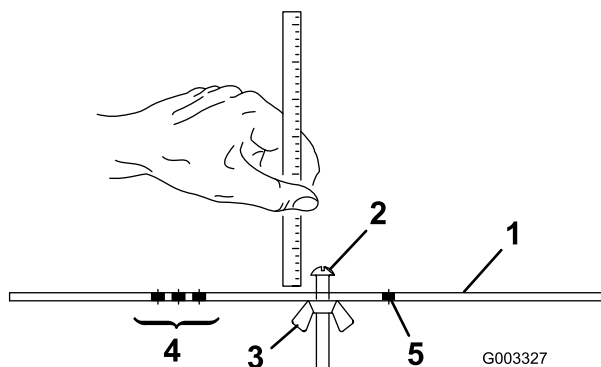

図 17
2. ゲージバー図 17のナットをゆるめ、調整ネジを希望の刈り高に合わせる